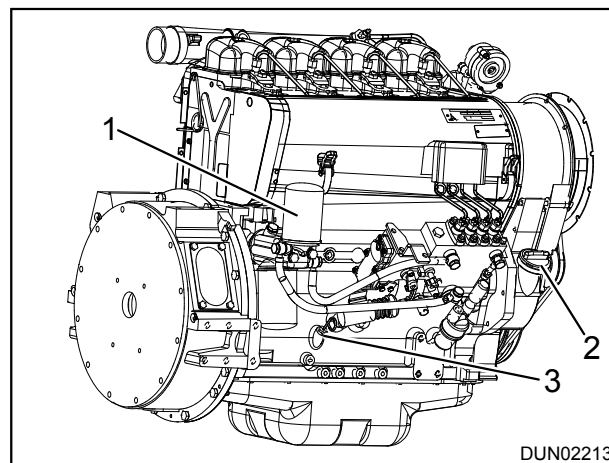

Figure 9.6 - Filterdop motorolie
3. Vervang het door een nieuw filter (item 1) en draai het met de hand aan, zie afb. 9.6.
(5) Beide filterelementen controleren**⚠ WAARSCHUWING**